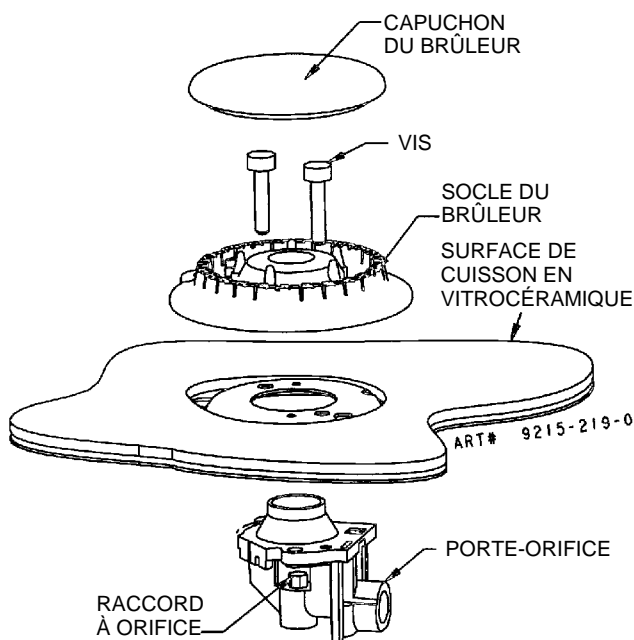

FIGURE 7
Étape 2 : Enlever le socle du brûleur en retirant les deux vis qui le retiennent en place. (Voir la figure 7.)
Étape 3 : Pousser fermement un tourne-écrou de 9/32 po (ou 7 mm) sur les raccords à orifice (figure 7) et desserrer le raccord en le tournant dans le sens anti-horaire. Retirer doucement le tourne-écrou du col du brûleur. Le raccord à orifice doit se trouver pris dans le creux. Répéter pour chaque brûleur.